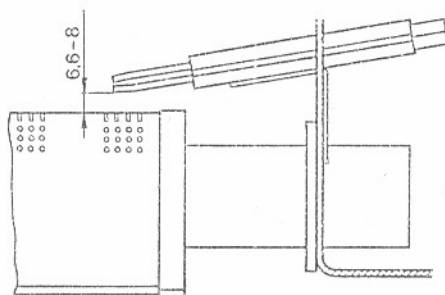

Bild 16
1. Verschlußschraube im Meßstutzen (G) lösen (Bild 16) und U-Rohrmanometer anschließen.
3. Startlast entsprechend Tabelle auf Seite 18 an der Einstellschraube (F) durch drehen der schwarzen Abdeckkappe einstellen (Kappe nicht abnehmen). Die Startlast wird ca. 20 Sekunden gehalten, danach wird die Hauptlast freigegeben.
4. Hauptlast entsprechend Tabelle auf Seite 18 nach Abnahme der Kappe (D) an der Einstellschraube einstellen. Wobbe-Index beachten.